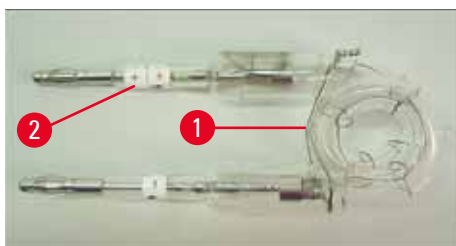
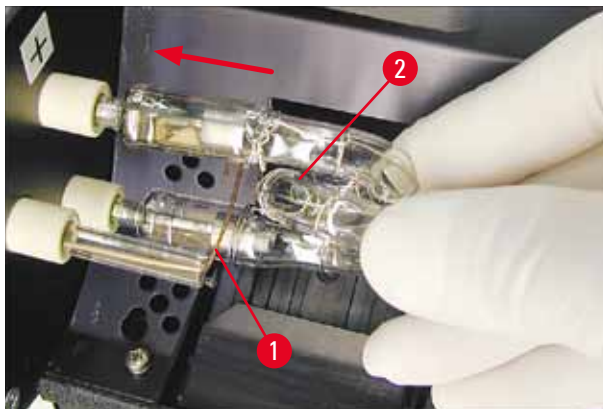

Fig. 18
Fig. 20
2. Sätt in den nya blytlampan (→ "Fig. 18") i lamphållaren (→ "Fig. 17-3"); och tryck sedan försiktigt in den så långt det går (→ "Fig. 20") (det ska inte gå att se polaritetsmärkningen (+) längre). Om det behövs kan du försiktigt föra blytlampan upp och ner.